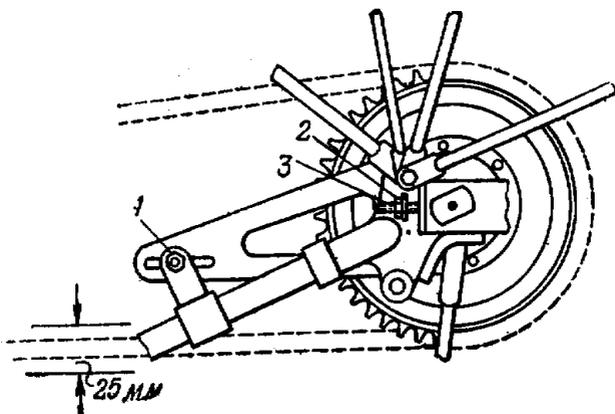

Рис. 10. Регулировка натяжения задней цепи:
1. Ослабить гайку оси заднего колеса и гайку 1 (рис. 10) крепления рычага тормоза к раме.